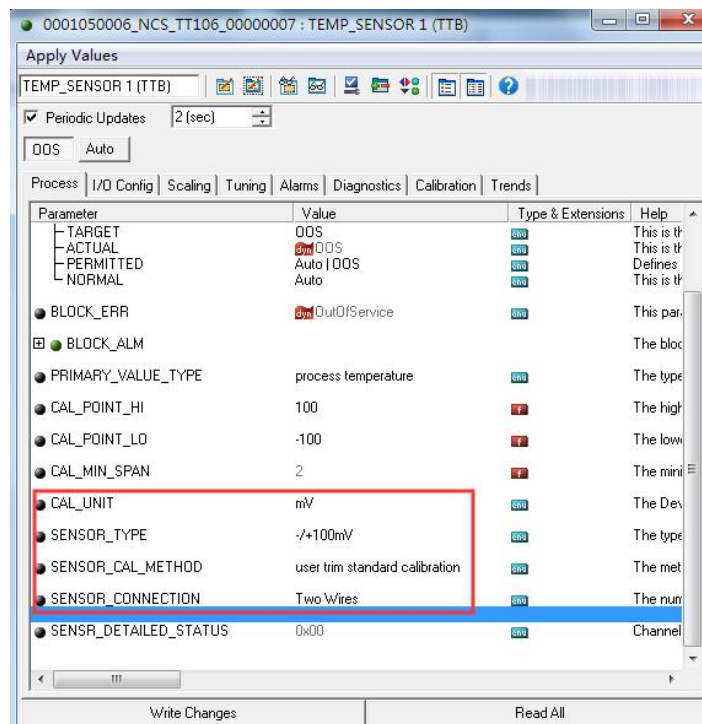

图 3.8 两点线性化校准配置图
(1) 将变换块 TEMP\_SENSOR1 MODE 参数设置成 OOS，将 SENSOR\_TYPE 参数设置为 +/-100mV。根据传感器类型设置校准单位参数 CAL\_UNIT 为 mV，将参数 SENSOR\_CAL\_METHOD 设置为“User Trim Standard Calibration”，设置图如下图 3.8 所示。